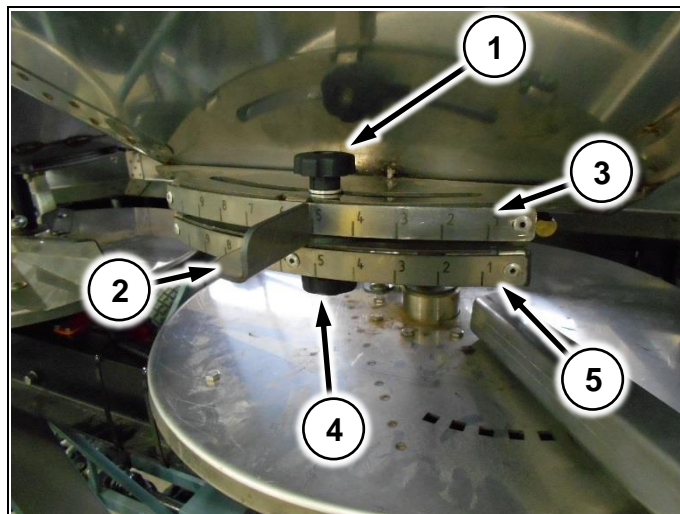

Рис. 71
Для изменения точки подачи удобрений на диск, ослабьте барашек (Рис. 71/1) и перемещайте заслонку (Рис. 71/2) в нужном направлении, контролируя положение по верхней шкале (Рис. 71/3). После установки нужного положения, зафиксируйте барашек.
2. Для установки считанного положения, ослабьте барашек (Рис. 71/4) и перемещайте нижний шибер в нужную сторону, контролируя значение по нижней шкале (Рис. 71/5). После установки нужного положения, зафиксируйте барашек
<p>Последовательно перемещайте заслонку (Рис. 71/2) в направлении от 9 к 1 шагами по одному делению</p>
<p>Последовательно перемещайте заслонку (Рис. 71/2) в направлении от 1 к 9 шагами по одному делению</p>